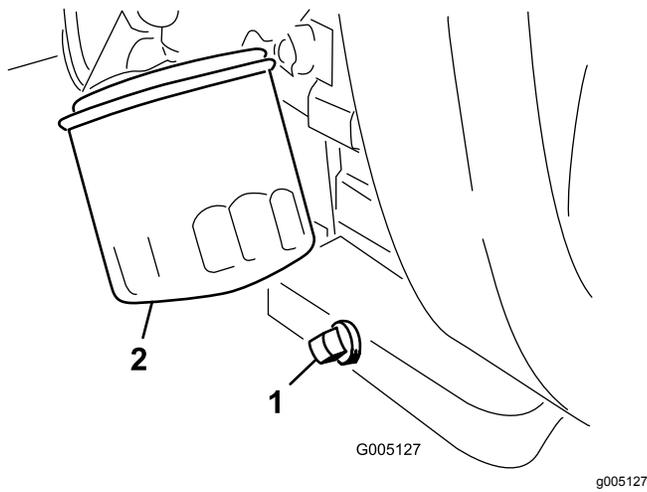

Bild 42
1. Entfernen Sie die Ablassschraube (Bild 42) und lassen Sie das Öl in die Auffangwanne ab.
2. Reinigen Sie das Gewinde der Ölablassschraube, bringen Sie etwas PTFE-Dichtmittel auf und schrauben Sie die Ablassschraube wieder auf (Bild 42).
3. Entfernen Sie den Ölfilter (Bild 42).